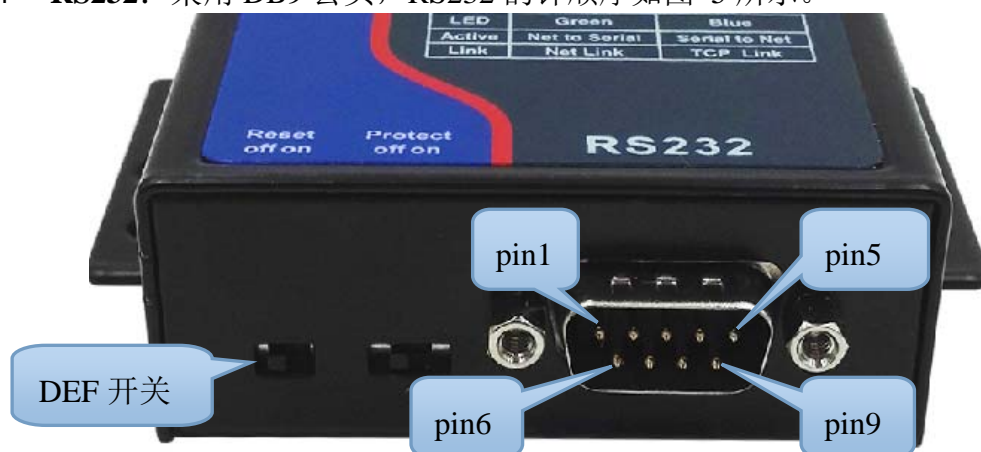

图 5 RS232 接口和拨码
- 4 **RS232:** 采用 DB9 公头，RS232 的针顺序如图 5 所示。
- 5 **复位开关**：又称为 DEF 开关，如图 5 所示。当 DEF 开关为 On 状态（图 5 右边为 On 状态）时，串口服务器启动时将加载默认的参数，拨到 On 状态 5 秒将会使用默认参数重启。默认参数只会影响如下参数：IP 模式改为静态，IP 地址改为 192.168.1.254，子网掩码改为 255.255.255.0，网关为 192.168.1.1。其它波特率等参数不会复位，如需所有参数复位，请使用 ZLVircom 配置工具的“系统默认参数”进行修改。DEF 开关主要用于在忘记 IP 的时候，方便在浏览器中输入 192.168.1.254 对设备重新进行配置。Protect 开关为预留后续使用。